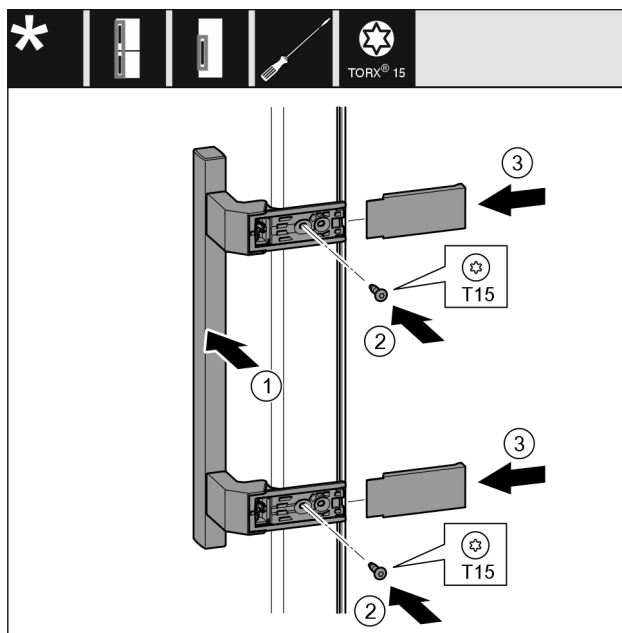

Fig. 50
- Nasad'te madlo Fig. 50 (1) na protilehlé straně.
- Šroubovákem šrouby Fig. 50 (2) pevně utáhněte.
- Kryty Fig. 50 (3) bočně nasad'te a nasuňte.